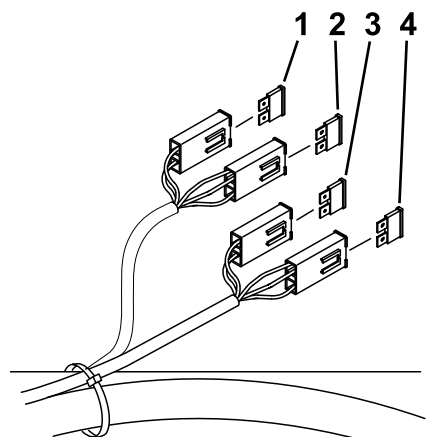

Figure 40
- Déverrouillez et soulevez le siège pour accéder au porte-fusibles (Figure 40).
- Remplacez le fusible (Figure 40).